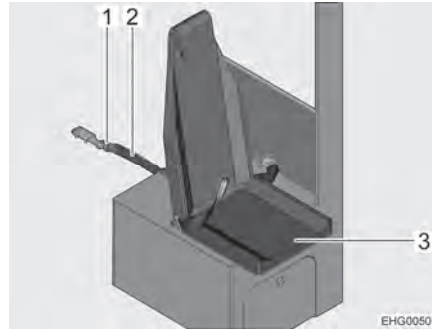

Bild 21 Steckstz sichern
- Sicherungsgurt (Bild 21,2) in das Gurtschloss (Bild 21,1) stecken.
- Sitzfläche (Bild 21,3) herunterklappen.